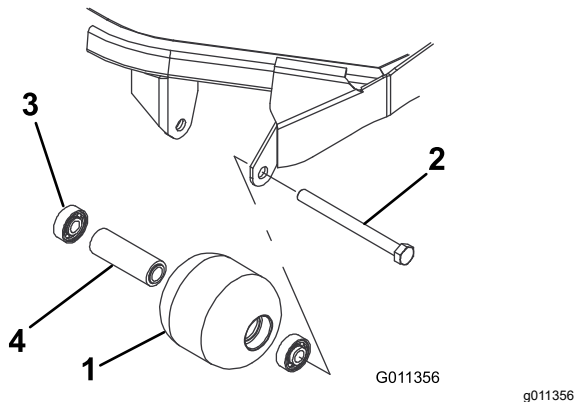

Figure 72
1. Retirez le boulon de fixation du galet (Figure 72).
1. Enfoncez le premier roulement dans le logement à la presse (Figure 72). Exercez la pression uniquement sur la bague extérieure ou uniformément sur les bagues intérieure et extérieure.
2. Insérez l'entretoise (Figure 72).
3. Enfoncez le second roulement dans le logement à la presse (Figure 72). Exercez une pression uniforme sur les bagues intérieure et extérieure jusqu'à ce que la bague intérieure rencontre la douille d'écartement.
4. Vérifiez l'état du logement de roulements, des roulements et de la douille d'écartement (Figure 72) Remplacez tout composant endommagé et procédez au remontage.